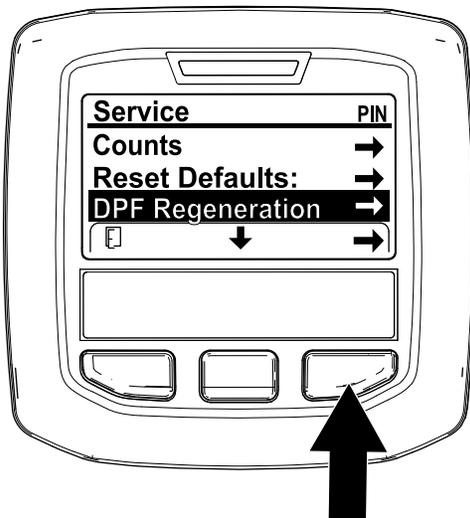

Figure 40
- Dans le menu Entretien, utilisez le bouton central pour naviguer jusqu'à l'option DPF REGENERATION (régénération du FAP) (Figure 40).
- Appuyez sur le bouton droit pour sélectionner l'option DPF Regeneration (Figure 40).